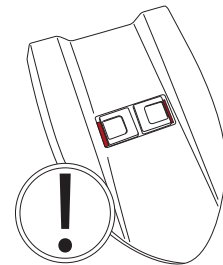

Fig.20
- Tryk godt ned på låget, indtil man hører et klik fra de to forskydelige lukkeindretninger på opsamlingsbeholderen. De to lukninger skal begge gå udad på låget (Fig.20).
Låget er korrekt monteret, når den RØDE bund i holderen til de to lukninger IKKE er synlig (Fig.20).